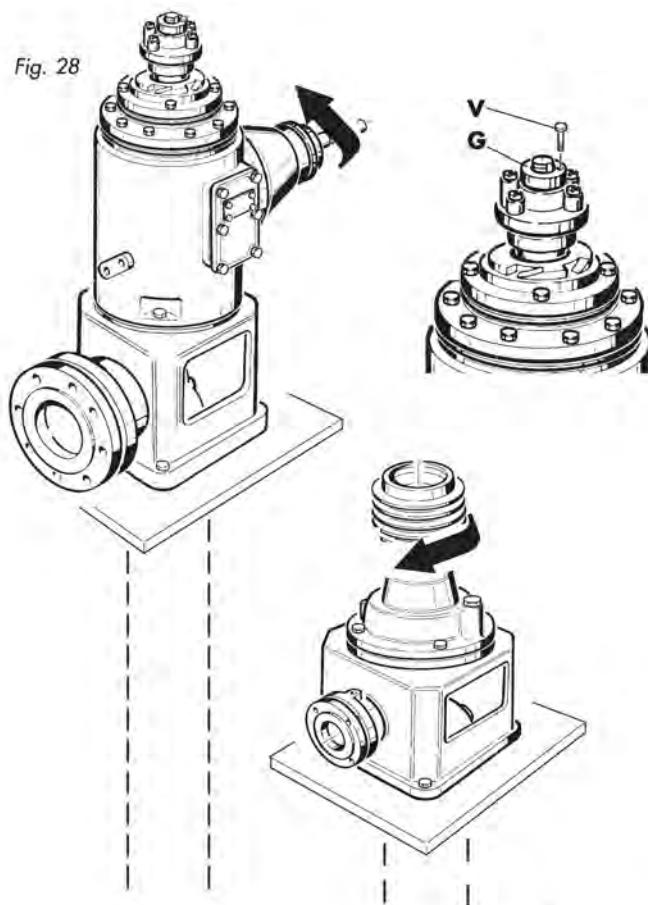

Fig. 28
- Fissare la base sul piano di appoggio con le apposite viti serrandole (Fig.28)